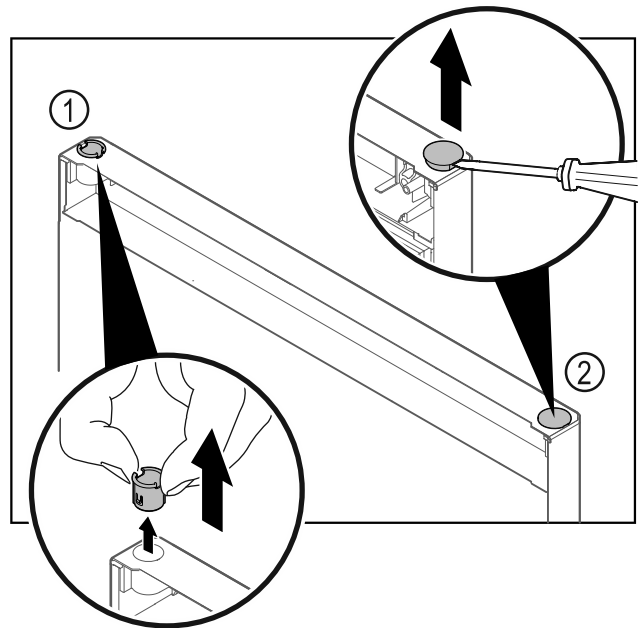

Fig. 35 Porta del vano congelatore
- Estrarre la boccia cerniera Fig. 35 (1) con le dita.
- Con un cacciavite a testa a intaglio sollevare con cautela il tappo Fig. 35 (2) ed estrarlo.